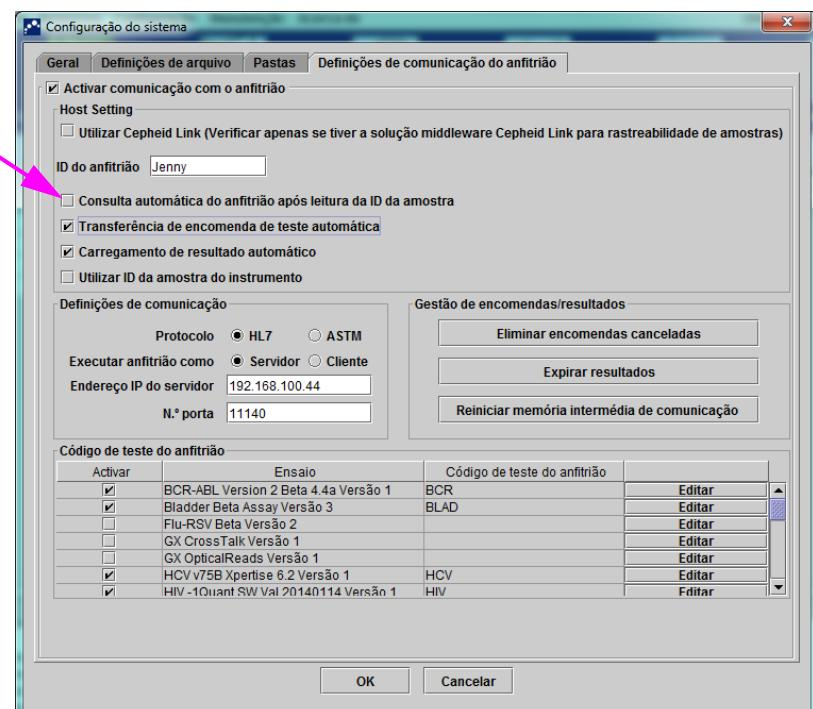

Figura 5-95. Consulta do anfitrião
1. No separador **Definições de comunicação do anfitrião** da caixa de diálogo **Configuração do sistema**, clique na caixa de verificação **Consulta automática do anfitrião após leitura da ID da amostra** para seleccionar e activar esta função. Consulte a figura 5-95.